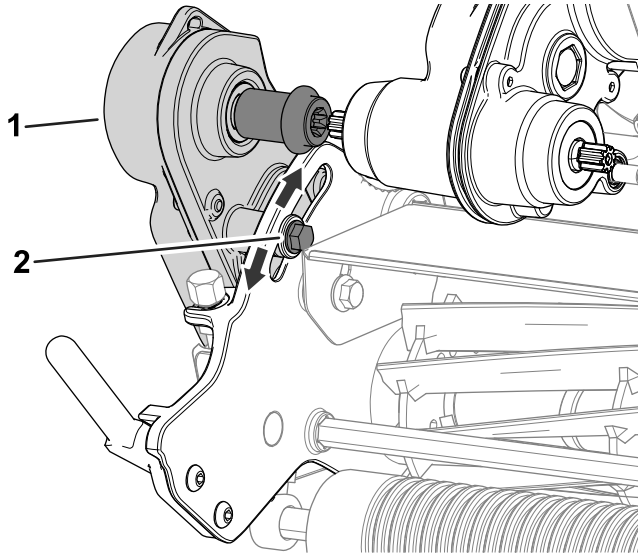

Figura 49
1. Allentate il bullone illustrato in Figura 49.